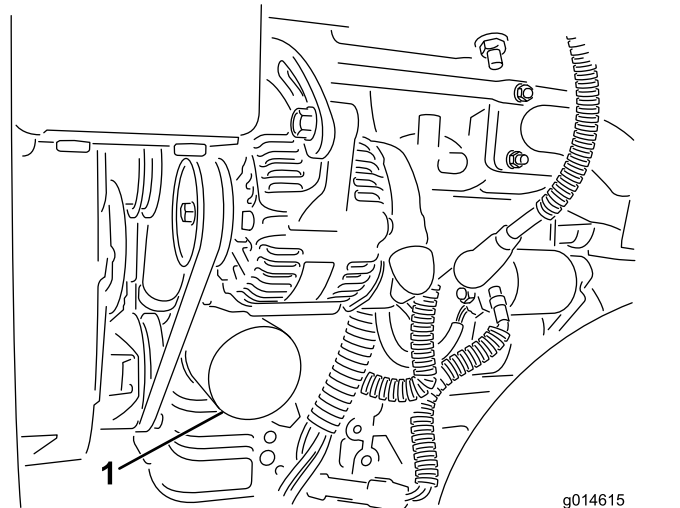

Bild 29
2. Entfernen Sie den Ölfilter (Bild 29). Ölen Sie die neue Dichtung am Ölfilter leicht mit frischem Öl ein.